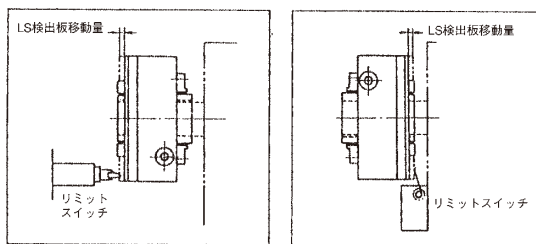
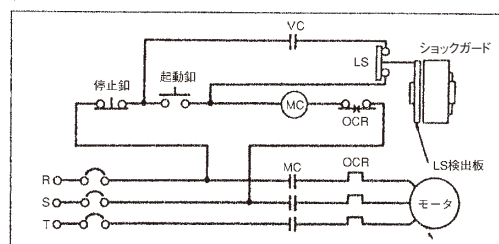

図7 リミットスイッチ取付け例
図8 回路例
- (2) 図7にリミットスイッチの取付例を示します。
- (3) リミットスイッチのb接点起動ボタンの接点と並列に接続してください。
- (4) 図8に代表的な回路例を示します。